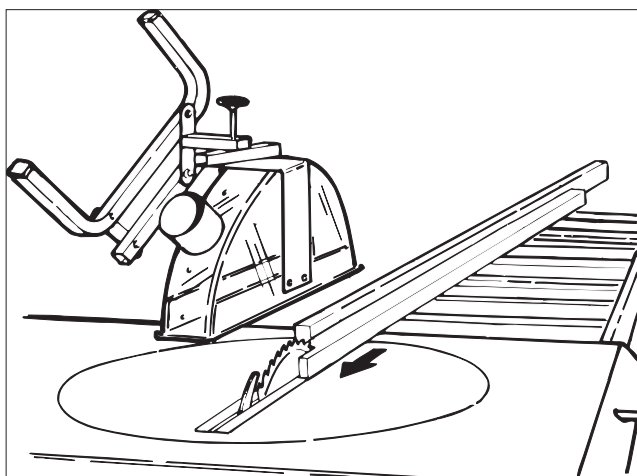

Fig. 16
- Før arbeidstykket fremover langs anholdet. Bruk påskyver når det gjenstår å klyve **120 mm** og når avstanden mellom sagblad og anhold er mindre enn **120 mm**. *Se fig. 16 og 17.*